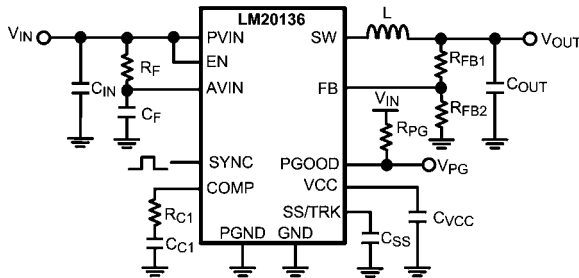

FIGURE 3. Typical Application Circuit
LM20136 は、できる限り少ない外付け部品で高効率な低電圧降圧レギュレータを実装するために必要なすべての機能を備えたスイッチング・レギュレータです。この使いやすいレギュレータは、2つのスイッチ素子を内蔵し、最大 6A の連続出力電流を供給できます。レギュレータは非線形スロープ補償によるピーク電流モード制御により、出力電圧範囲全体にわたり最適な安定性と過渡応答を実現します。ピーク電流モード制御は、入力電圧フィードフォワード、サイクルごとの電流制限、ループ補償が簡単という特長を原理的に備えています。内蔵発振回路は最大 1.5MHz までの周波数に同期可能で、最大 96% の効率を達成しながらインダクタ・サイズを最小化することができます。高精度な内部基準電圧により、出力を 0.8V という低電圧に設定できます。保護機能として、電流制限、サーマル・シャットダウン、オーバーボルテージ保護、シャットダウン機能を備えています。デバイスは放熱を助ける露出パッドを組み込んだ eTSSOP-16 パッケージで供給されます。5V または 3.3V バスから効率的に降圧する目的で、LM20136 は数多くのアプリケーションに適用可能です。LM20136 の一般的なアプリケーション回路は設計ガイドラインの Figure 3 に示しています。
ここでは、全機能を有する電源の構築に必要な外付け部品の選定方法を、段階を踏んで説明します。どのような DC-DC コンバータの設計であっても、効率、実装面積、性能が最適化のトレードオフになります。このセクションではこれらの設計条件について詳しく取り上げます。部品選定を簡易化するために、Figure 3 に示す回路を参考として使用します。特記のない限り、すべての式で単位は電流をアンペア (A)、容量をファラッド (F)、インダクタンスをヘンリー (H)、電圧をボルト (V) とします。
高周波ノイズのスパイクによって AVIN ピンおよび AGND ピンに接続された高感度のアナログ回路が妨害されることを防ぐため、PVIN と AVIN の間に高周波 RC フィルタが必要となります。これらの部品は Figure 3 に C_F および R_F として示されています。 R_F に必要な値は 1Ω です。 C_F は必ず使用してくださ